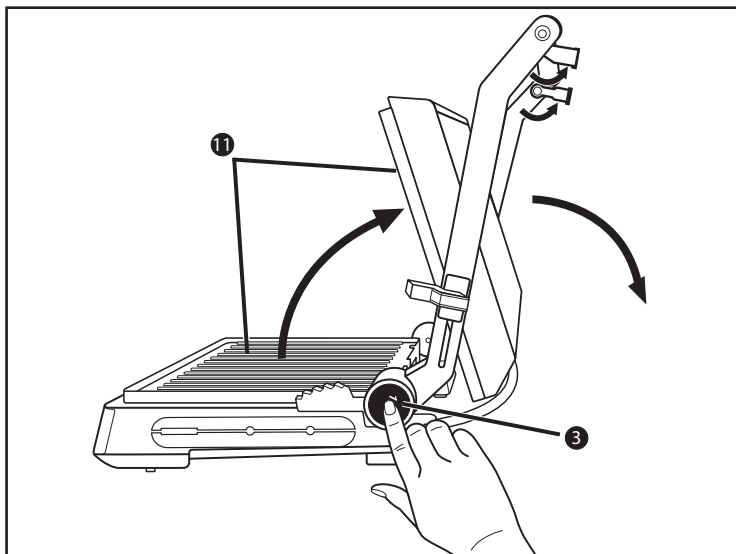

Fig. 1
- 1) Dépliez les deux pieds **1** (fig. 1).
- 2) Appuyez sur la touche de déverrouillage 180° **3** (fig. 1) et ouvrez le couvercle de l'appareil de manière à ce que les deux plaques chauffantes **11** puissent être utilisées comme gril de table.